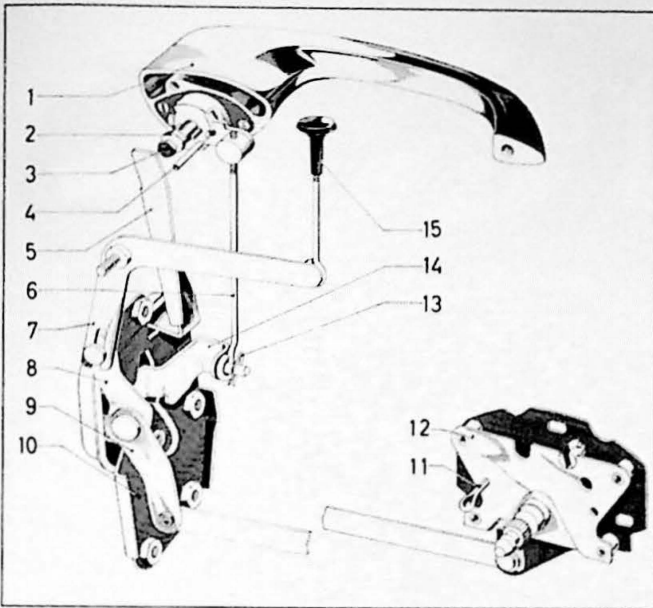
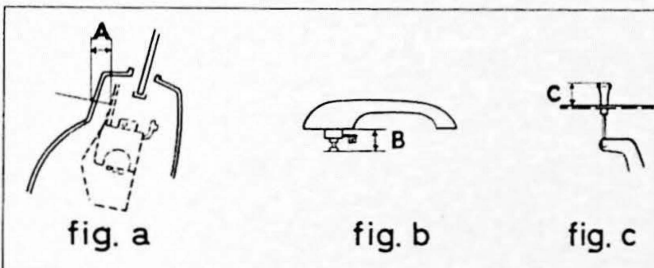
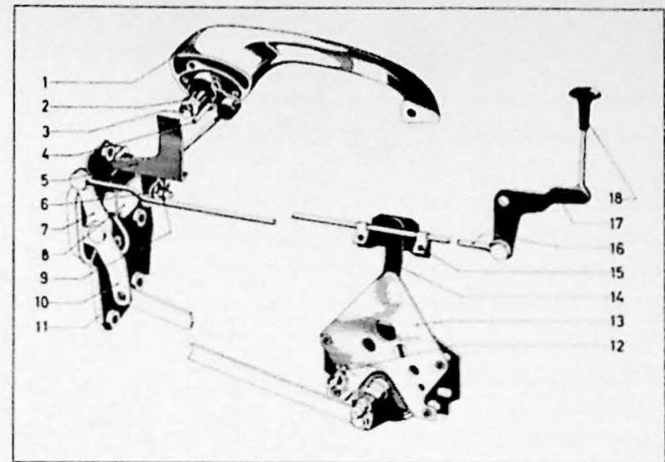

Fig. 15.24. Voordeurslot
Fig. 15.25. Afstelmaten voor het slot
Fig. 15.26. Achterdeurslot
1. Monteer het slot (10, Fig. 15.24) met het "afstandsmechanisme" (12, Fig. 15.24).
2. Zet de afstand "A" (Fig. 15.25) op 15mm ($\pm 0,5$ mm) door het slot te draaien. Zet het slot goed vast. Als de afstand "A" niet te verkrijgen is kan de bedieningshevel (5, Fig. 15.24) iets verbogen worden.
3. Het "afstandsmechanisme" (12, Fig. 15.24) met de splitpen (11, Fig. 15.24) gemonteerd wordt achterwaarts bewogen zodat de hevel (9, Fig. 15.24) tegen de slotplaat (10, Fig. 15.24) loopt. Schroef het mechanisme in deze positie vast. Verwijder de splitpen (11, Fig. 15.24).
4. Monteer de hevel (7, Fig. 15.24) voor de binnen-slotpin (15, Fig. 15.24).
1. Monteer het slot (11, Fig. 15.26) met het "afstandsmechanisme" (13, Fig. 15.26) zonder de bouten geheel vast te draaien.
2. Zet de afstand "A" (Fig. 15.25) op 17mm ($\pm 0,5$ mm) door het slot te draaien. Zet het slot goed vast. Als dit niet bereikt kan worden kan de hevel (5, Fig. 15.26) iets verbogen worden.
3. Het "afstandsmechanisme" met de splitpen (13 en 12, Fig. 15.26) wordt achterwaarts bewogen zodat de hevel (10, Fig. 15.26) tegen de slotplaat (11, Fig. 15.26) stoot. Zet het mechanisme in deze positie vast en verwijder de splitpen.
4. Monteer de hevel (17, Fig. 15.26) en verbindt de stang 16 (Fig. 15.26).
5. Zet de hevel (7, Fig. 15.26) naar de slotpositie (achterwaarts naar het slot) en de stang 16 (Fig. 15.26) in de achterste vangpositie. Kijk door het inspectiegat (12, Fig. 15.26) of de stang volledig in de vangpositie gaat. In deze positie wordt de hevel (14, Fig. 15.26) vastgemaakt op de stang door mid-
del van bouten in gaten 15 (Fig. 15.26). Let op dat de stang niet tegen de binnenplaat van de deur loopt. De stang kan iets verbogen worden maar mag ook niet tegen andere delen raken.